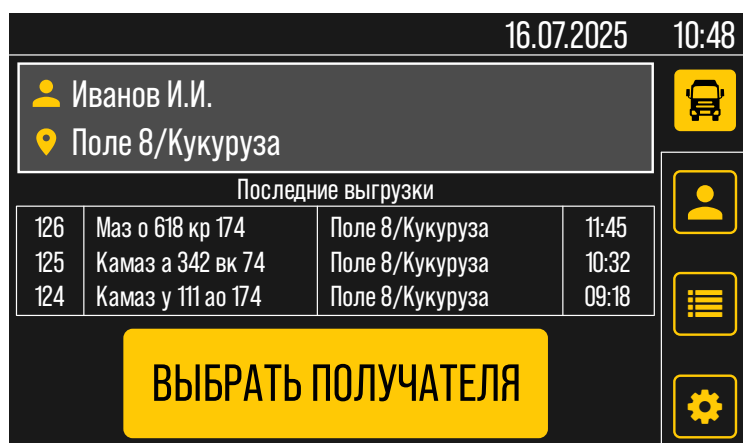

Рис.9. Экран выбора получателя
- Перейдите на экран выбора получателя (**Рис.9**), нажав кнопку  в боковом меню справа.